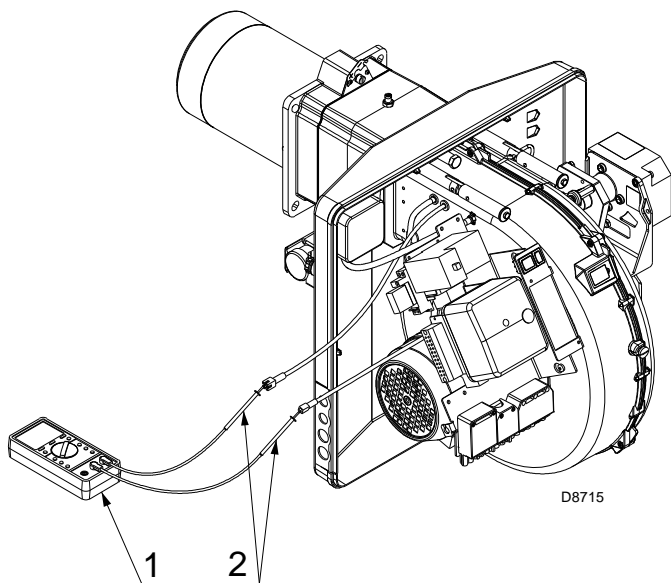

Fig. 35
Cependant, si on veut mesurer le courant d'ionisation il faut débrancher la fiche-prise (2)(Fig. 35), placée sur le câble de la sonde d'ionisation, et insérer un micro-ampèremètre (1)(Fig. 35) pour un courant continu de 100 μ A en fin d'échelle.